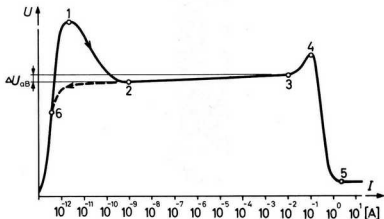

Bild 338
Zünden der Röhre erforderlich ist, ist abhängig vom verwendeten Gas und vom Gasdruck. Bild 338 zeigt den Zusammenhang zwischen angelegter Spannung und Anodenstrom. Die *Zündspannung* (1) liegt etwas höher als die *Brennspannung* (2–3), da zum Auslösen der Elektronenlawine eine verhältnismässig hohe Elektronengeschwindigkeit erforderlich ist. Diese Geschwindigkeit wird den Elektronen durch eine entsprechend hohe Anodenspannung erteilt. Sobald der Zündvorgang einmal eingeleitet ist, kann die Ionisation mit einer geringeren Spannung aufrechterhalten werden.